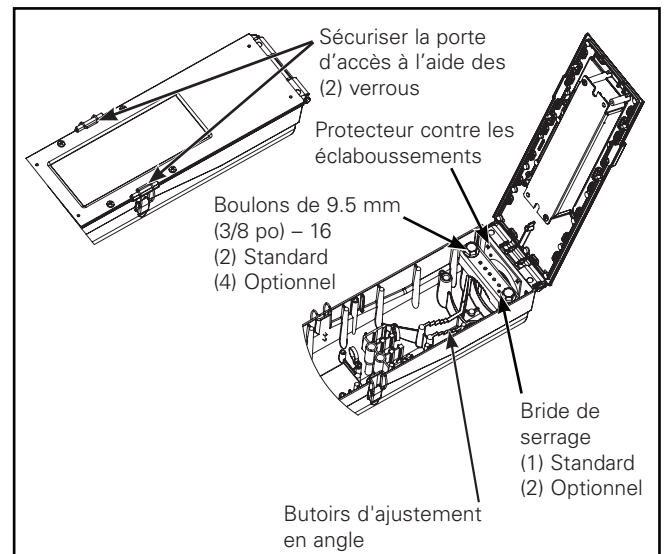
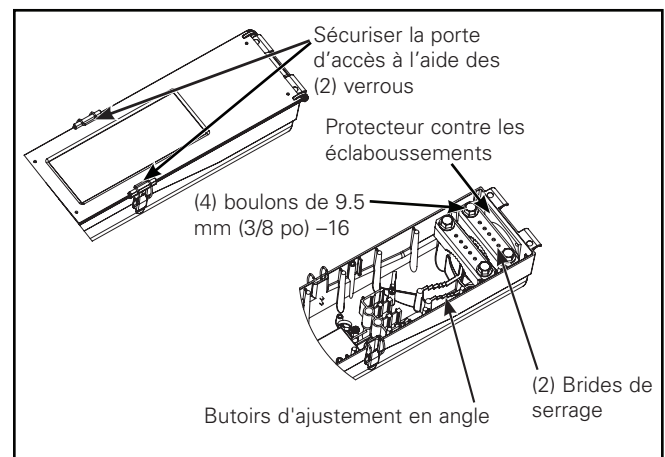
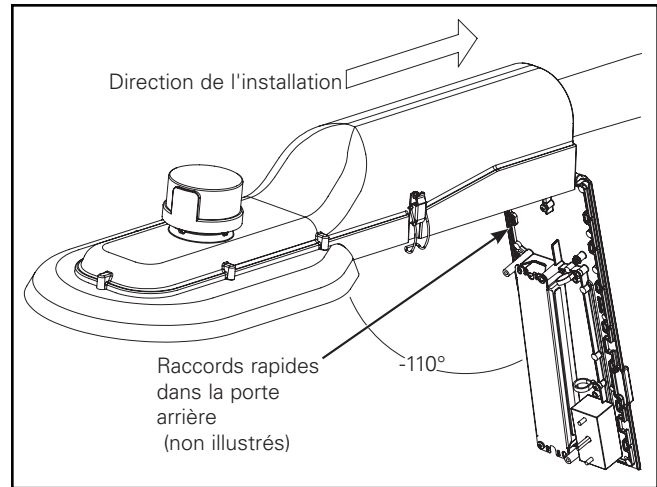

Figure 2.
Figure 3.
Figure 4.
Remarque: Si un cordon optionnel est fourni, la porte ne doit pas être enlevée. (Figure 2.)
3. Avec la douille de 14 mm (9/16 po), desserrez suffisamment les deux boulons de montage de la bride de serrage pour permettre le glissement du bras de montage (non fourni) sur les échelons de mise à niveau. (Figure 2.)
4. Soulevez le boîtier pour le mettre en place et positionnez l'extrémité du bras de montage sur les échelons de mise à niveau jusqu'à ce que le boîtier soit à niveau. Positionnez prudemment le bras pour éviter de frapper accidentellement les composants internes. (Figure 2. et Figure 4.)
Remarque: Si un cordon optionnel est fourni, la porte ne doit pas être enlevée. (Figure 3.)
3. Avec la douille de 14 mm (9/16 po), desserrez suffisamment les quatre boulons de montage de la bride de serrage pour permettre le glissement du bras de montage (non fourni) sur les échelons de mise à niveau. (Figure 3.)
4. Soulevez le boîtier pour le mettre en place et positionnez l'extrémité du bras de montage sur les échelons de mise à niveau jusqu'à ce que le boîtier soit à niveau. Positionnez prudemment le bras pour éviter de frapper accidentellement les composants internes. (Figure 3. et Figure 4.)